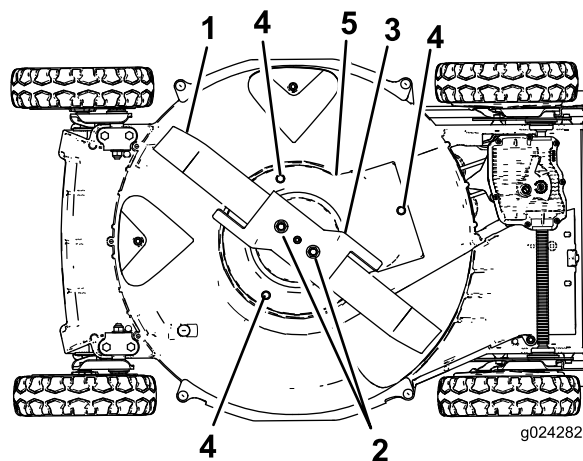

Figura 38
6. Rimuovete i 2 dadi della lama, l'acceleratore e la lama (**Figura 38**).
7. Rimuovete le viti che fissano il carter della frizione del freno della lama al sottoscocca del tosaerba (Figura 38).